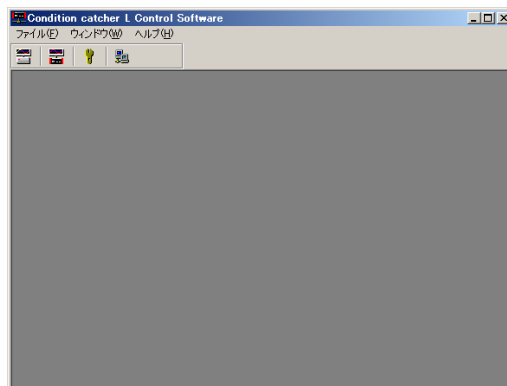

図 16. コントロール・ソフトウェアの初期画面
- ① 本体の電源を投入し、USB ケーブルでパソコンと接続します。
- ② パソコン側のコントロール・ソフトウェアを起動すると、図 16 のような初期画面が表示されます。この画面のツールバーの『CCL 側ネットワークの設定』ボタン(右から1番目)をクリックしてください。